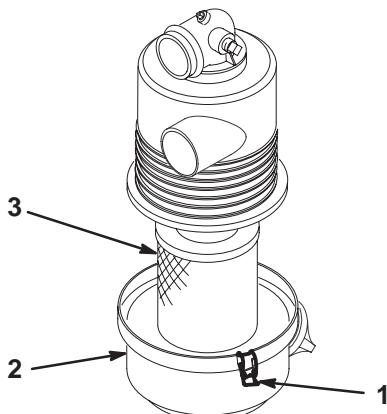

Bild 28
3. Lösen Sie die Laschen, mit denen der Deckel am Luftfilterkörper abgesichert wird. Trennen Sie den Deckel vom Körper ab. Reinigen Sie die Innenseite des Luftfilterdeckels (Bild 28).
4. Schieben Sie den Filter vorsichtig aus dem Körper heraus, um das Losrütteln von Staub zu minimieren (Bild 28). Vermeiden Sie ein Anstoßen des Filters am Filterkörper.